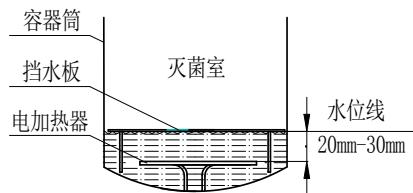

图 4.4
- 3、手动加水时，容器筒内水位应加至超过电加热器[12]上表面 20mm - 30mm 即可（挡水板下）。如下图 4.4 所示：